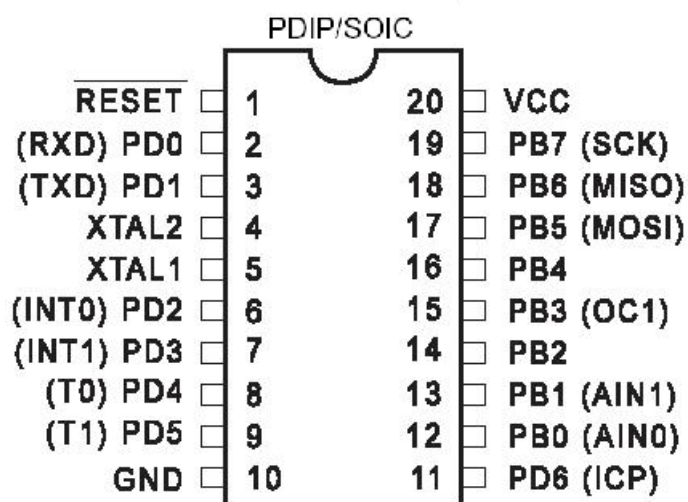

Рис. 3.1 – Цоколевка *AT90S2313*
- 20-контактный корпус - рис. 3.1.